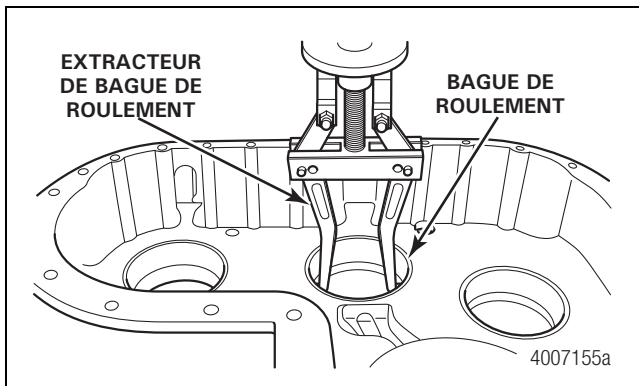

Figure 4.28
2. Utiliser un extracteur approprié pour retirer les bagues de roulement du demi-carter de la boîte de transfert. Figure 4.28.